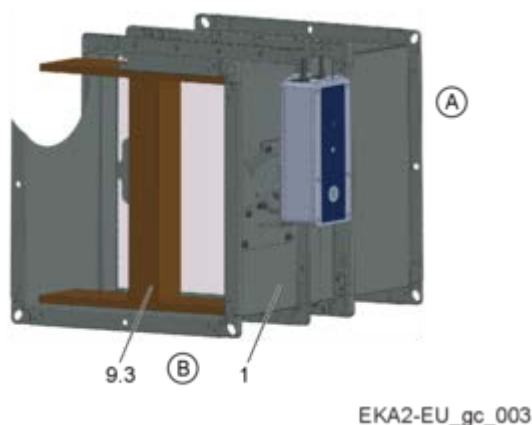

Fig. 12: EKA2-EU com prumo
- Se o registro de controlo de fumo for argamassado, o corpo do registro de controlo de fumo pode ser protegido, por exemplo, por um suporte para proteger contra a deformação. Fig. 12